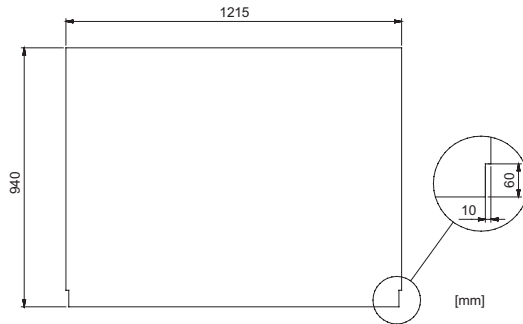
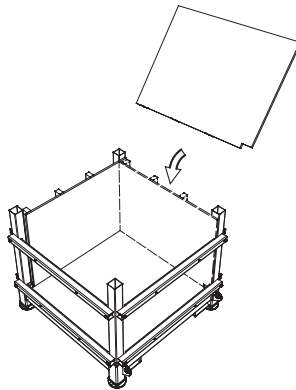

Abbildung 23. Maße der Seitenschalung für Schotterfüllung. Beachten Sie, dass die Schalplatten in beiden unteren Ecken Einkerbungen haben.
Abbildung 24. Platzieren der Seitenschalung.
- 5.2. Schneiden Sie vier Stück 18 mm-Schalungssper Holzplatten gemäß EN 636-3 in die in Abbildung 23 gezeigte Form. Platzieren Sie die Bretter gleichmäßig nacheinander in der Basis, mit den Kerben nach unten, sodass sie an den Unterstützungsträgern anliegen. Siehe Abbildung 24. Die Schalplatten werden direkt auf dem unteren Rahmen platziert und stehen nicht auf der Bodenschalung auf. Fixieren Sie die Schalplatten mit Holzschrauben an den Unterstützungsträgern. Wenn alle Schalplatten richtig platziert sind und eine Box ausgebildet ist, machen Sie weiter mit Schritt 6 und montieren Sie